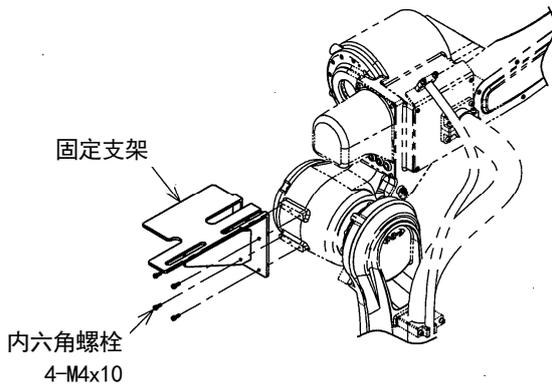

图 1.1 固定支架的安装(步骤 1)
1. 请参阅图 1.1 用 4 根内六角螺栓 (M4×10) 将固定支架安装在 3 轴手臂的后方。